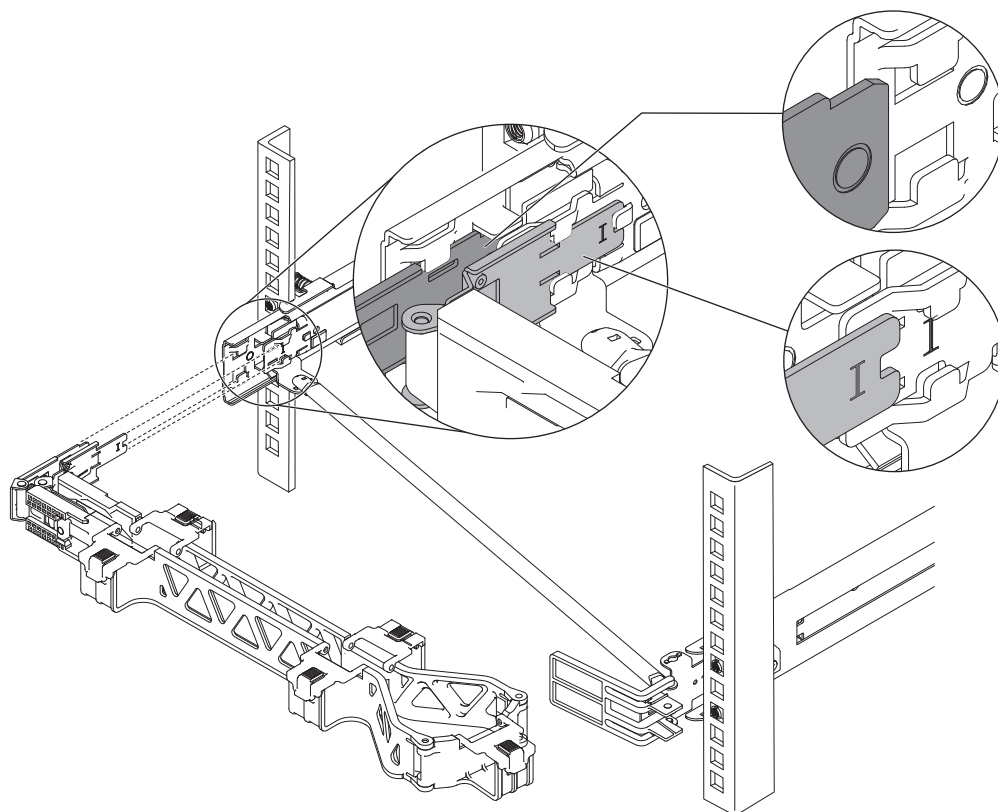

図 11. ケーブル・マネジメント・アーム停止金具の取り外し
6. 20 ページの図 11 に示すように、ケーブル・マネジメント・アーム停止金具を取り外します。